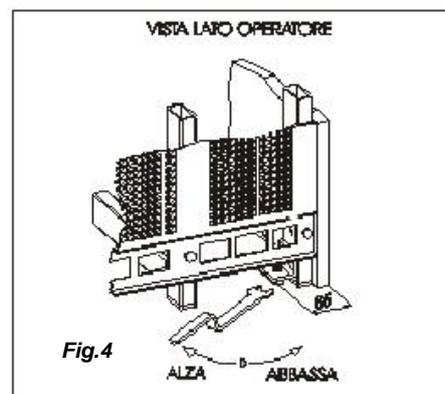

Fig. 4
- Une fois placée à l'endroit de votre choix, régler le niveau avec les petits pieds réglables (fig. 4).